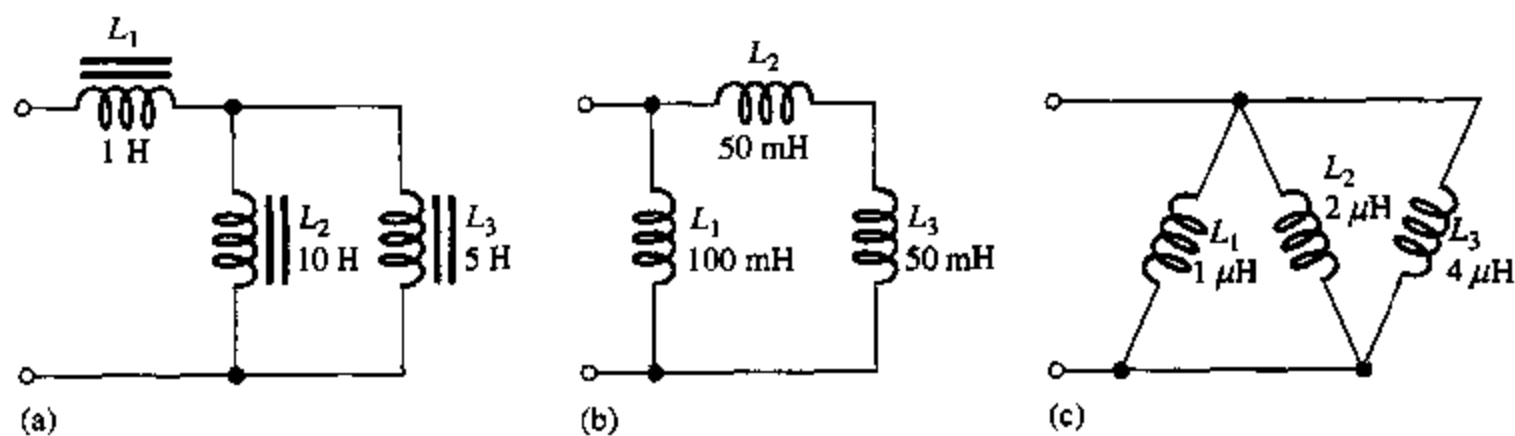

图 14.47
15. 计算图 14.47 中的总电感。
28. 计算图 14.47 中各个电路的总感抗, 每个电路两端加频率为 5 kHz 的电压。